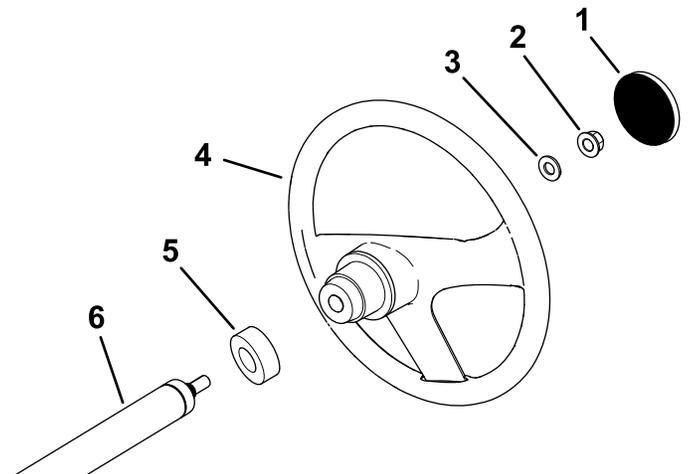

图 3
1. 如果方向盘轮毂安装了护罩将其卸掉图 3。
2. 从转向轴上卸下锁紧螺母图 3。
3. 将方向盘、防尘罩和垫圈 ½ 英寸滑入转向轴图 3。
5. 将护罩安装到方向盘上图 3。